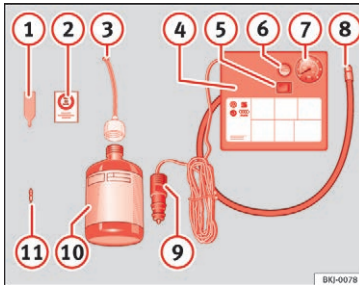

Fig. 61 Havarisættets dele
- Skru ventilhætten og ventilkeglen af dækventilen. Anvend værktøjet til afmontering af ventilkegler »» Fig. 61 -ventilkegle- til at skru ventilkeglen ud. Læg ventilkeglen på et rent underlag.
- Ryst flasken med dæktætningsmiddel kraftigt »» Fig. 61 10.
- Skru påfyldningsslangen »» Fig. 61 3 på flasken med dæktætningsmiddel. Folien på lukningen bliver automatisk brudt.
- Fjern proppen fra påfyldningsslangen »» Fig. 61 3, og sæt den åbne ende helt på dækventilen.
- Skru ventilkeglen ind i dækventilen igen med værktøjet til afmontering af ventilkegler »» Fig. 61 1.
- Skru luftkompressorens påfyldningsslange »» Fig. 61 8 fast på dækventilen.
- Kontroller, om luftaftapningsskruen »» Fig. 61 6 er lukket.
- Sæt stikket »» Fig. 61 9 ind i bilens 12-volts-stikdåse »» Side 139.
- Tilslut luftkompressoren med tilslutnings- og afbryderkontakten »» Fig. 61 5.